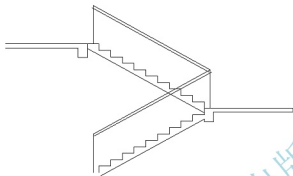

图 4.114 向下偏移扶手线
(4) 将上下行扶手线分别向下偏移 60mm，结果如图 4.114 所示。